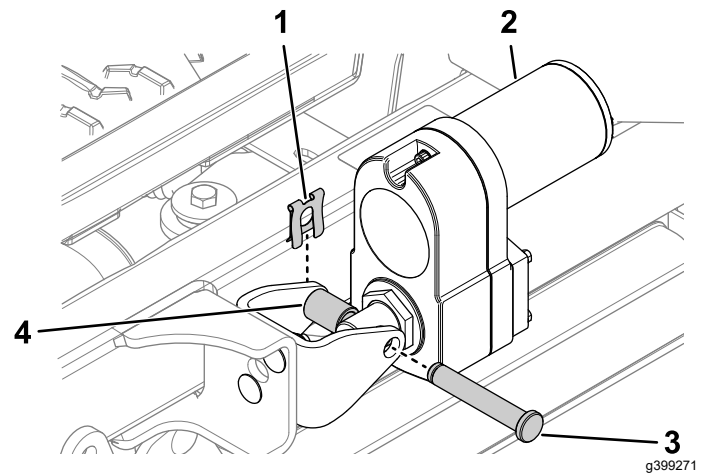

Figura 25
3. Fissate l'attuatore al supporto dell'attuatore utilizzando il perno con testa, il distanziale in alluminio e il morsetto a scatto, come mostrato nella Figura 25.